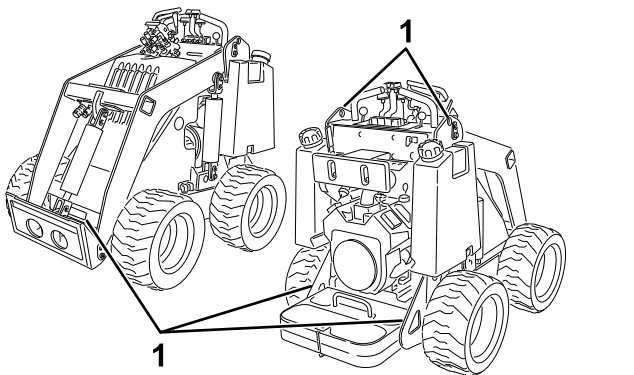

Figure 13
8. Servez-vous des points d'attache en métal de la machine pour arrimer solidement la machine sur la remorque ou le véhicule utilitaire avec des sangles, des chaînes, des câbles ou des cordes (Figure 13). Reportez-vous à la réglementation locale concernant les exigences d'arrimage.
Vous pouvez soulever la machine en vous servant des points d'attache/de levage; voir la Figure 13.